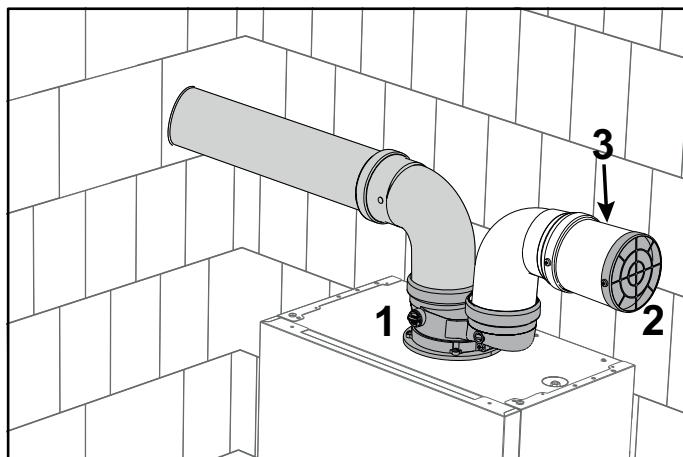

fig. 48- Rejilla de protección
Instale el accesorio inicial (1fig. 48 - cód. 041082X0). En el conducto de entrada se tiene que montar la rejilla de protección (2 - fig. 48 - cód. 1KWMA85A). Si es necesario, monte un manguito (3) entre la rejilla y el accesorio.